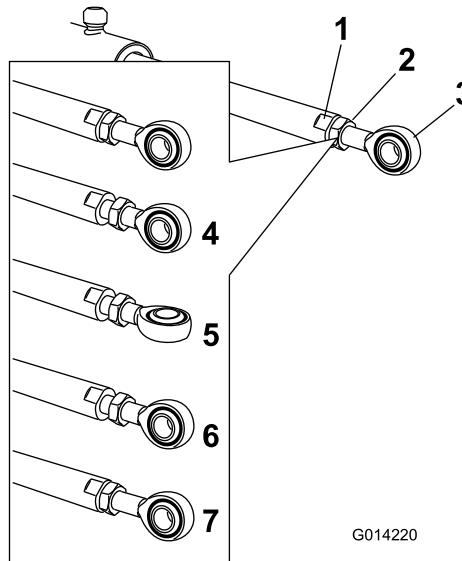

Рисунок 109
- Удерживая привод неподвижно с помощью ключа, накинутого на плоские грани штока привода, ослабьте контргайку (Рисунок 109).
- Поверните конец штока привода, чтобы увеличить или уменьшить длину выдвинутого привода, тем самым установив его в нужное положение (Рисунок 109).